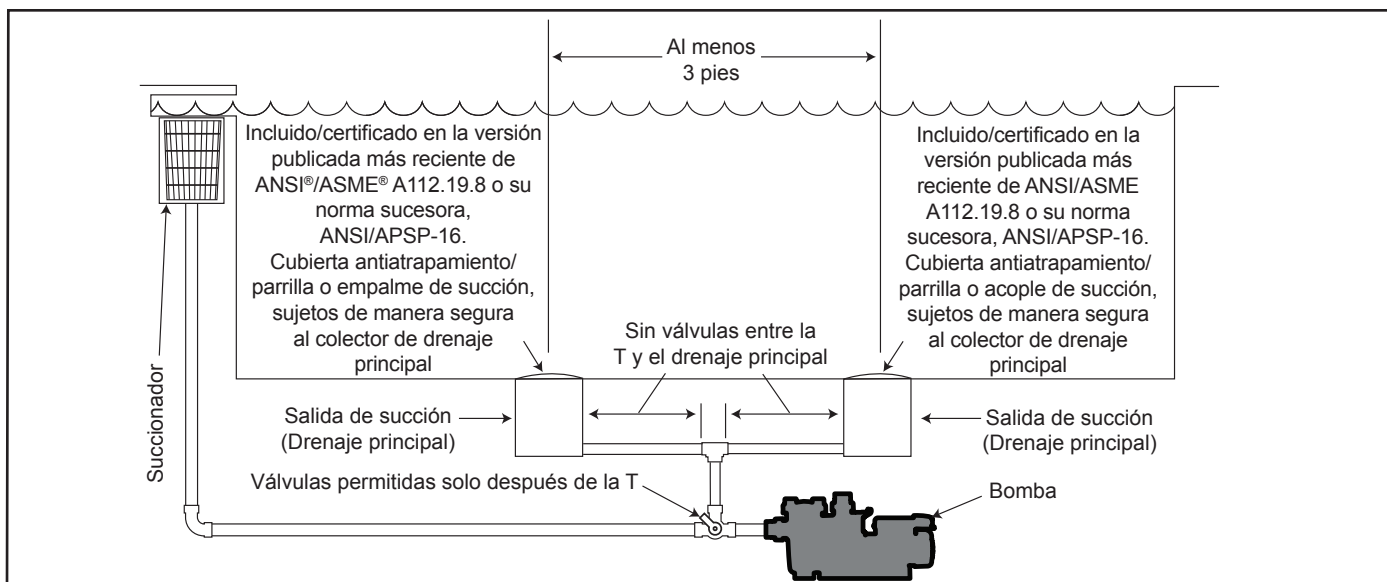

Figura 1. Cantidad de salidas de succión por bomba
**Cantidad de salidas de succión por bomba:** Proporcione al menos dos (2) salidas de succión balanceadas hidráulicamente, con cubiertas, como salidas de succión para cada línea de succión de la bomba de circulación. Los centros de las salidas de succión (salidas de succión) de cualquier una (1) línea de succión deben estar a al menos tres (3) pies de distancia de centro a centro. Consulte la Figura 1.
El sistema **debe** construirse para incluir al menos dos (2) salidas (drenajes) de succión conectadas a la bomba siempre que la bomba esté en funcionamiento. Sin embargo, si dos (2) salidas de succión van a una única línea de succión, la única línea de succión puede estar equipada con una válvula que apague ambas salidas de succión desde la bomba. El sistema se construirá de tal modo que no permita el cierre o el aislamiento separado independiente de cada drenaje. Consulte la Figura 1.